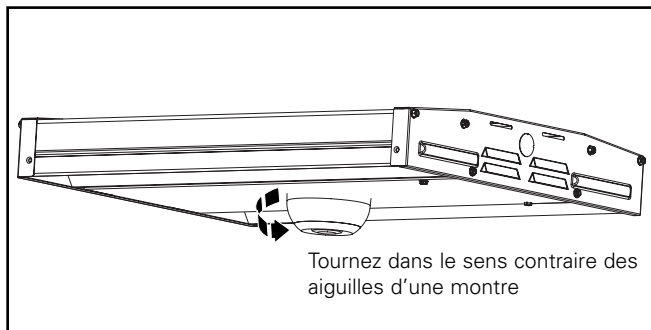

Figure 1.
1. Tournez le détecteur dans le sens des aiguilles d'une montre. (Figure 1.)